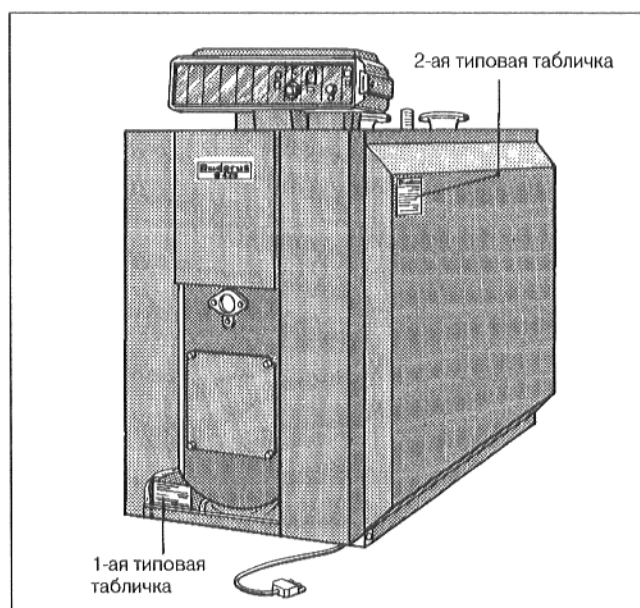

Рис. 24 – Принципиальное изображение
- Укрепить табличку агрегата сверху на крышке двери корпуса котла (Рис. 24).
- Вторую типовую табличку укрепить на боковой стенке котла (Рис. 24).